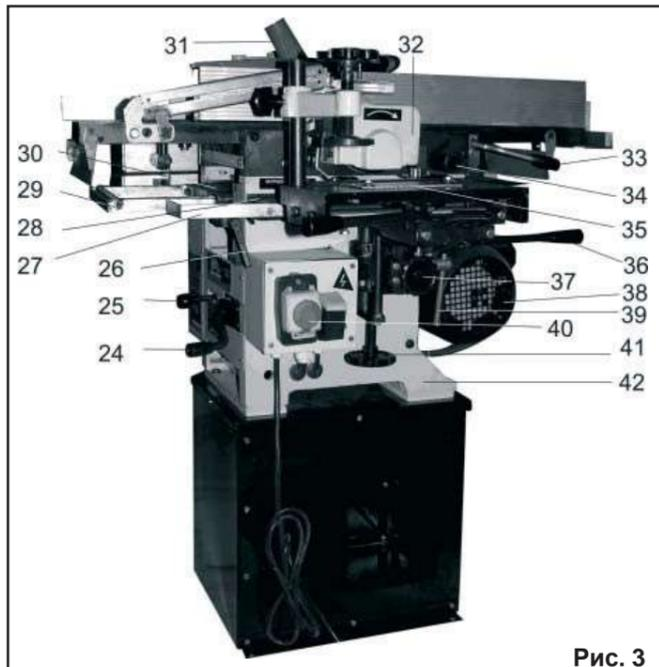

Рис. 3
9. 8. Включение/выключение (Рис. 3, 23)
9.8.1. Станок оснащен магнитным пускателем, предотвращающим самопроизвольное включение после отключения питания. Вставьте электрическую вилку шнура питания станка в розетку с напряжением 220 В. Магнитный пускатель (40) закрыт защитной крышкой (68) и заблокирован кнопкой (69), предотвращающей самопроизвольный пуск станка после нажатия на кнопку (67). Как показано на Рис. 3, при закрытой крышке станок автоматически отключается от питания; станок можно включить только после открытия крышки (68) (Рис. 23) и нажатия зеленой кнопки (66).